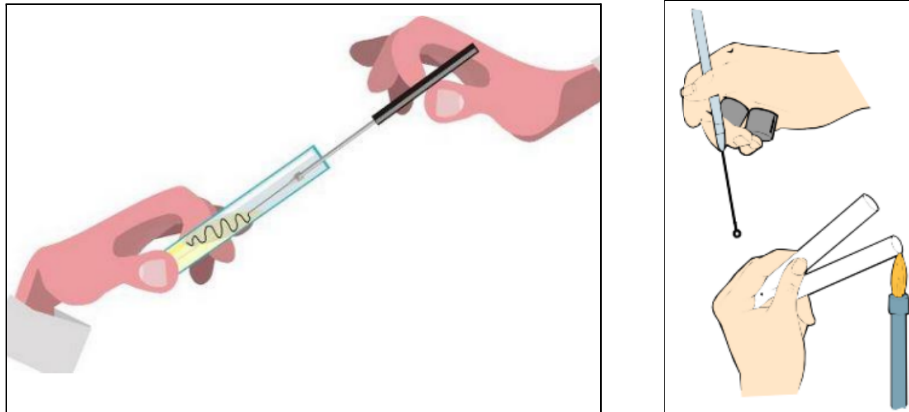

Figura 1. Inoculación del microorganismo en el tubo de ensayo (izquierda) y esterilización de los tubos de ensayo (derecha).
4. Esterilizar la boca del tubo de ensayo en el fuego (Figura 1).
7. Para inocular el tubo con caldo nutritivo (Figura 1), esterilice el asa bacteriológica en el fuego, enfriar al aire y tomar una asada de la colonia bacteriana o caldo con bacteria y proceder a inocular. Nota: hacer todo cerca del mechero para mantener un radio estéril.